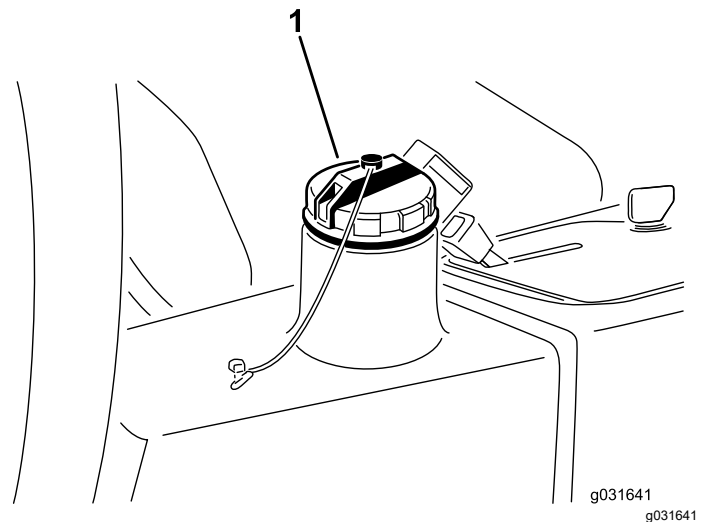

Figure 66
4. Versez environ 13,2 litres de liquide hydraulique dans le réservoir (Figure 66) ; voir Liquides hydrauliques spécifiés (page 54) et Contrôle du niveau de liquide hydraulique (page 54).